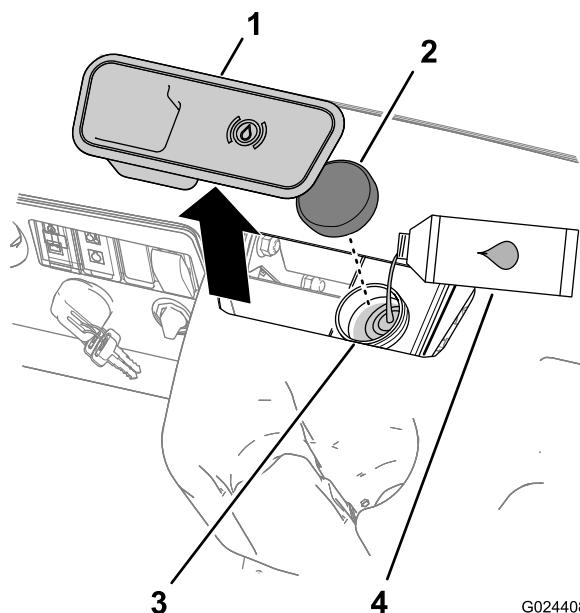

Figura 17
- A. Limpe a zona em redor da tampa do reservatório e retire-a (Figura 17).
- C. Coloque a tampa do reservatório (Figura 17).
2. Retire a tampa de borracha do centro e da parte superior do painel para obter acesso ao cilindro e reservatório do travão principal (Figura 17).